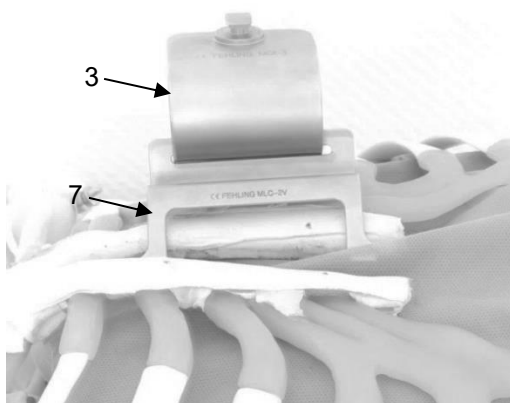

Abb. 10
1. Einführen des IMA-Blatts (3) in Verbindung mit dem IMA-Halteblatt (7) in den Sternum-Sägespalt (Abb. 10).